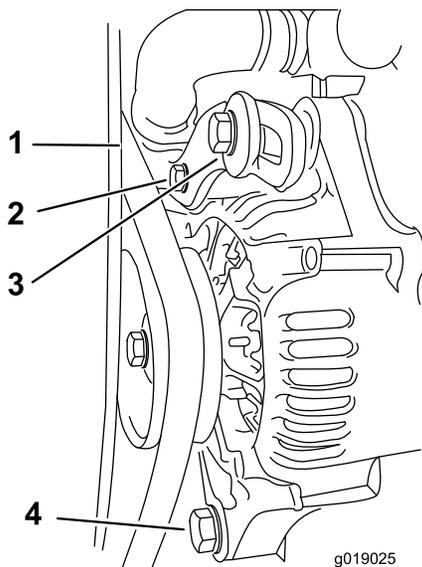

Figura 33
1. Presione la correa con el dedo pulgar en la zona indicada para comprobar la tensión (Figura 33).